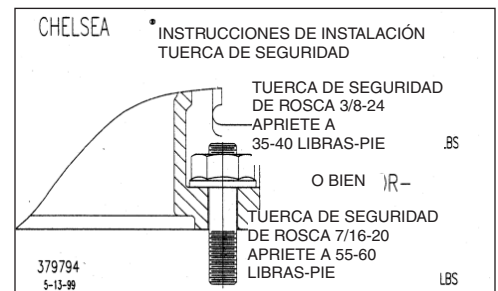

Fig. 13
15. Utilice las tuercas autobloqueantes provistas con la toma de fuerza (Fig.13).